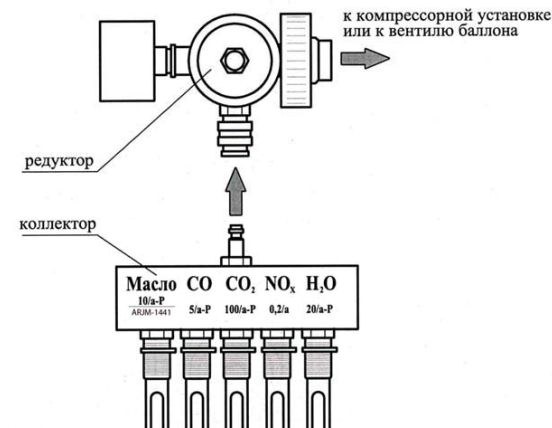

Рисунок 2
- присоединить ручную редуктор к вентилю баллона или через штуцер «20» или «30» к компрессорной установке (рисунок 2);
- присоединить коллектор к редуктору (рисунок 2);